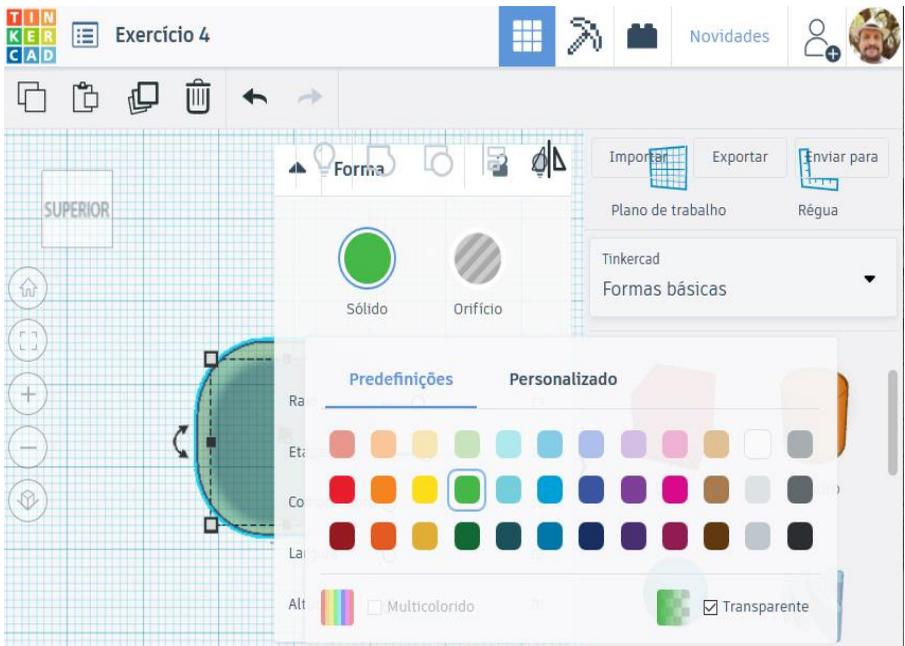

Figura 13. Dado arredondado com visão transparente.
5. Modifique a cor para verde e clique em *Transparente* (isso vai possibilitar vermos no interior do sólido). Vide a Figura 13.